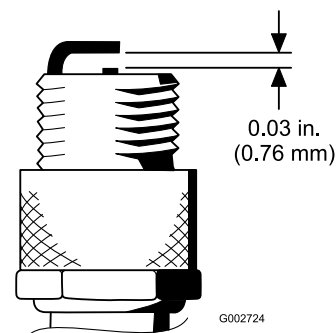

図 28
4. エア・ギャップを 0.76 mm に調整する (図 28)。ガスケット・シールと共に点火プラグをエンジンに取り付け、200 in-lb. (23 N.m = 2.3 kg.m) にトルク締めする。トルクレンチがない場合は十分に締め付ける。